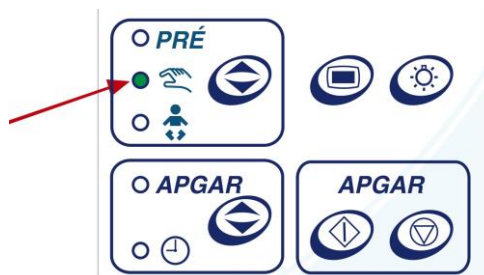
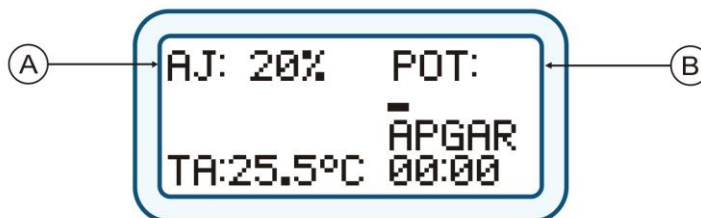

Figura 77 – Seleção Modo de Operação
Figura 78 – Display LCD no Modo Manual
- O led verde indicador do modo manual acenderá, conforme figura 77, e o display alfanumérico passará a exibir a tela conforme figura 78.
- Programe o nível de potência de aquecimento desejado (A) entre 10% e 100%, através das teclas de ajuste.
- Coloque o paciente no leito e o berço já estará proporcionando a potência de aquecimento programada. O nível de potência (B) pode ser verificado no display LCD, conforme figura 78.